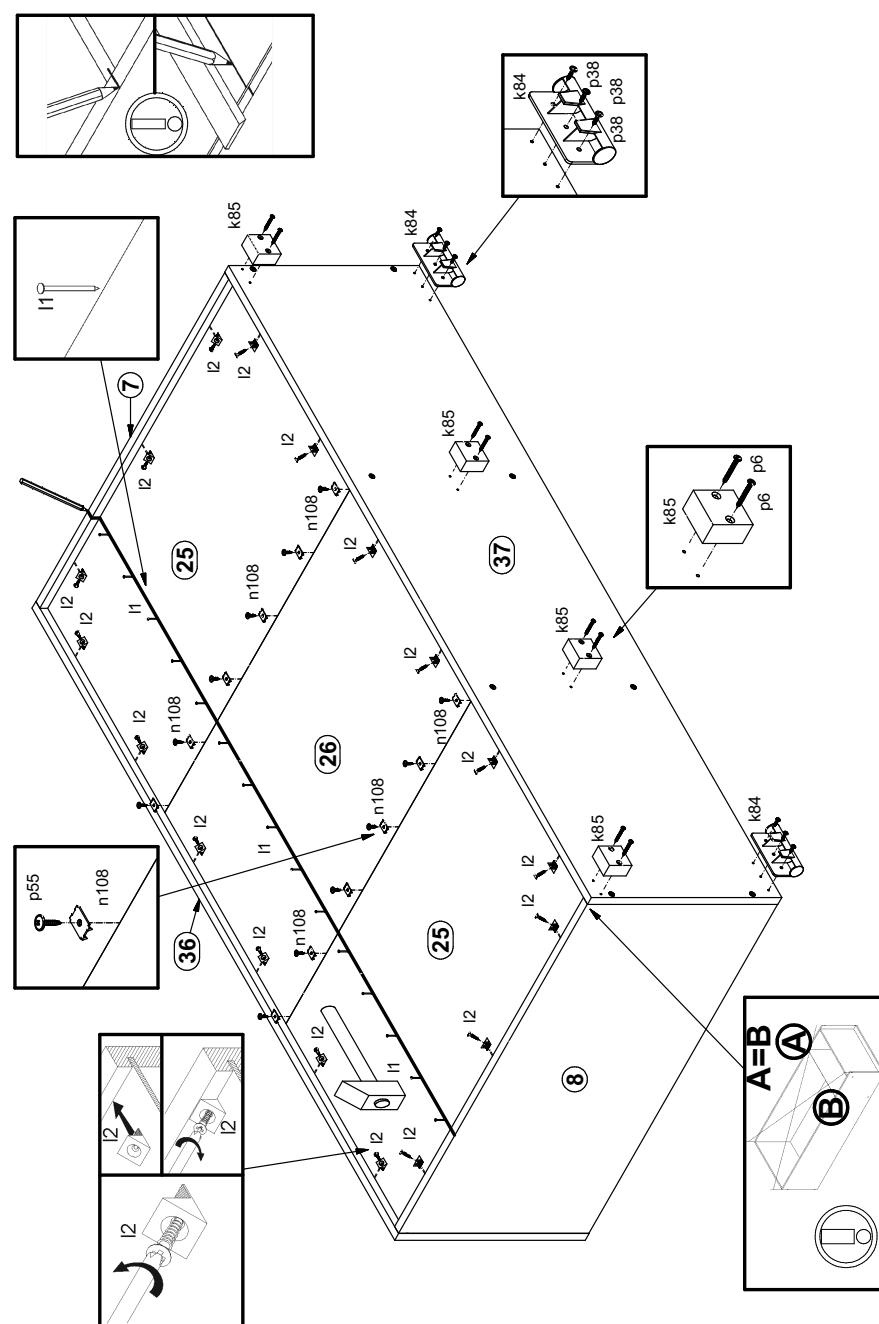

Рисунок 5
15. В отверстия  $\varnothing 3$  мм на нижней поверхности щита нижнего 37 закрепить опоры полимерные k85 шурупами p6, а также опоры полимерные k84 шурупами p38 (см. рис. 5).
16. Выровнять корпус изделия, измеряя рулеткой расстояние между противоположными углами по диагонали. Расстояния должны быть равными (см. рис. 5)
17. Закрепить стенки задние 25, 26 на корпусе изделия гвоздями l1 с шагом 80-120 мм, элементами крепления задней стенки l2, а также пластинами n108 с шурупами p55 (см. рис. 5).